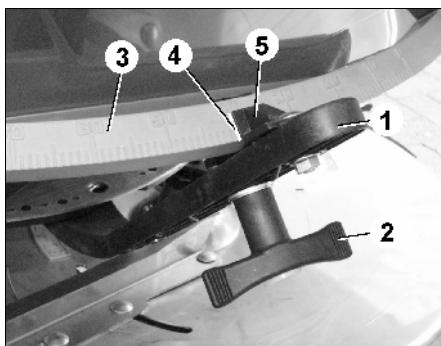

Рис. 66
- Откройте заслонку дозатора при помощи переводного рычага (Рис. 66/1).
- Переместите переводной рычаг по шкале (Рис. 66/2) до упора с болтом.
- Зафиксируйте переводной рычаг при помощи врачающейся ручки (Рис. 66/3).
- Отвинтите болт с шестигранной головкой (Рис. 66/4). Указатель (Рис. 66/5) направьте на значение шкалы "8" и зафиксируйте при помощи болта с шестигранной головкой. Грань с делениями для считывания указателя изображена на (Рис. 66/6).